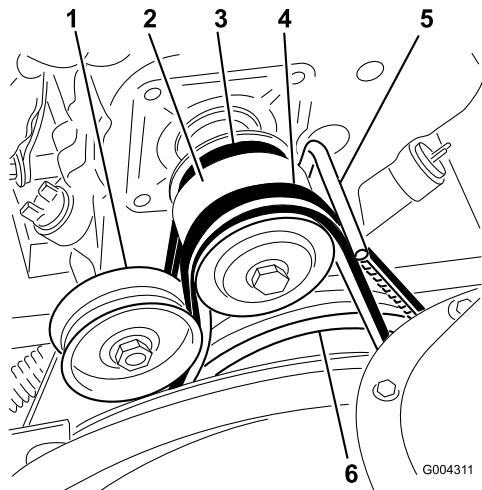

Рисунок 31
- Болт с фланцевой головкой (2)
- Ослабьте затяжку направляющей ремня (Рисунок 31).
4. Снимите ремень привода шнека/крыльчатки со шкива двигателя и большого шкива шнека/крыльчатки (Рисунок 31).
9. Снимите ремень привода колес со шкива двигателя и большого шкива привода (Рисунок 31).
11. Обверните ремнем шкив двигателя так, чтобы ремень находился на внутренней стороне направляющей (Рисунок 31).
16. Наденьте ремень привода шнека/крыльчатки на большой шкив привода шнека/крыльчатки и шкив двигателя так, чтобы ремень находился на внутренней стороне натяжного шкива и направляющей ремня (Рисунок 31).
2. Ослабьте затяжку направляющей ремня (Рисунок 31).
3. Снимите ремень привода шнека/крыльчатки со шкива двигателя и большого шкива шнека/крыльчатки (Рисунок 31).
4. Наденьте новый ремень на большой шкив шнека/крыльчатки (Рисунок 31).
5. Пропустите ремень вокруг шкива двигателя так, чтобы ремень находился на внутренней стороне натяжного шкива и направляющей ремня (Рисунок 31).